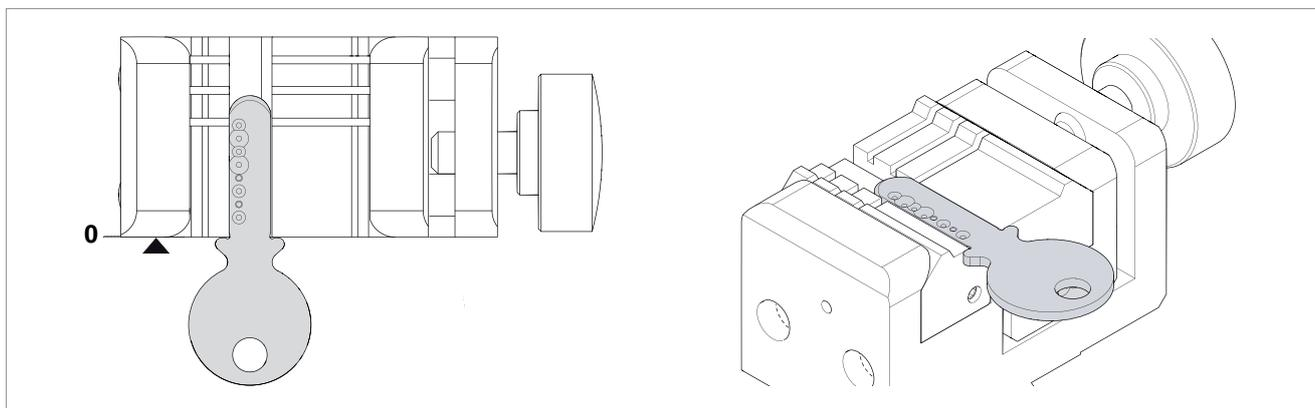
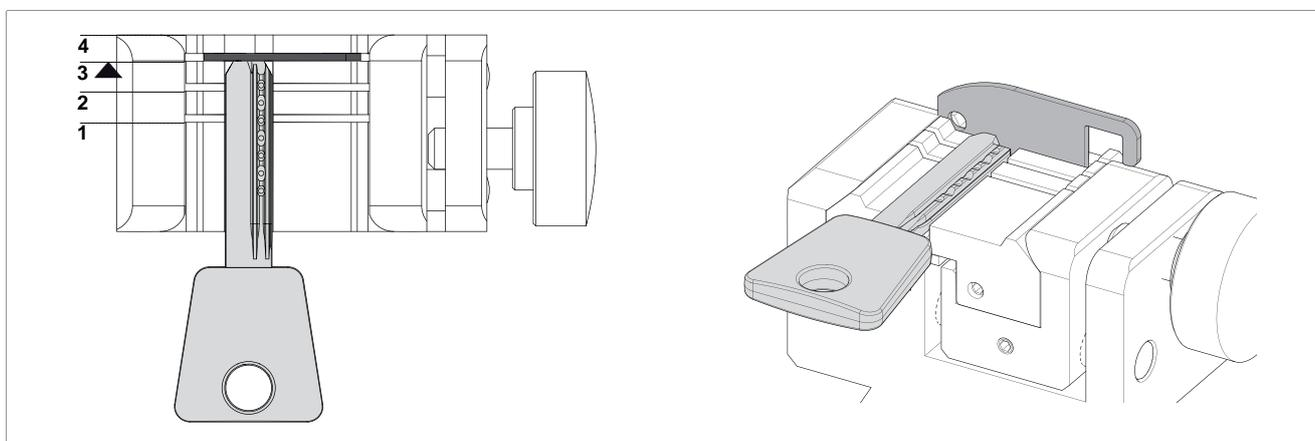

Fig. 44 - ENCOSTO CABEÇA
Fig. 45 - ENCOSTO NA PONTA
- encosto mordente previsto (Fig. 44 e Fig. 45)
As primeiras (com encosto de paragem) devem ser posicionadas contra as garras (encosto "0") (Fig. 44) enquanto as outras (encosto na ponta) devem ser posicionadas com referência a um dos canais (1-2-3-4) conforme as indicações do programa Silca no tablet. Para esta operação, utilize a pequena barra anexa à máquina (Fig. 45).